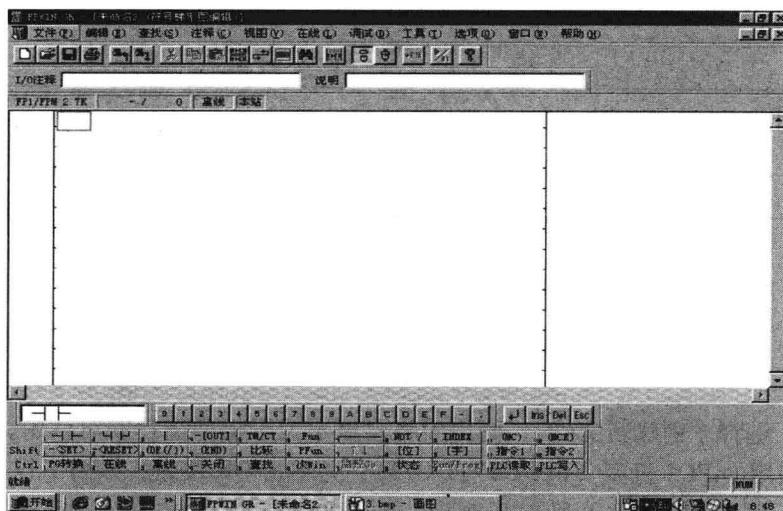

图 1-15 初始画面
- (3) 显示 FPWIN GR 的初始画面：在 FPWIN GR 正常启动以后，将会出现如图 1-15 所示的初始画面。
- (4) 使用功能键栏、输入栏、数字键栏和输入区段栏等操作，在程序窗口